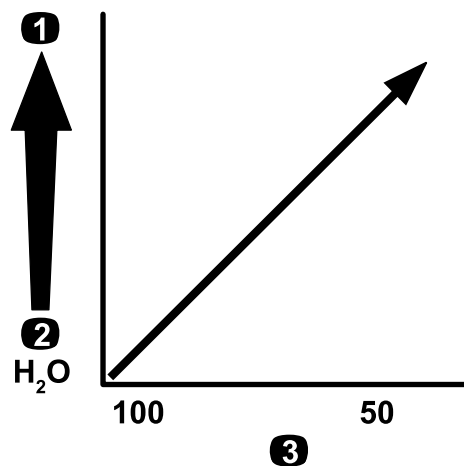

Figura 80
**Importante:** Quando pulveriza com soluções ou químicos de maior viscosidade (mais espessos) com pós solúveis, talvez precise de utilizar uma rede de filtro mais grossa para o filtro do bico opcional; consulte Figura 80.